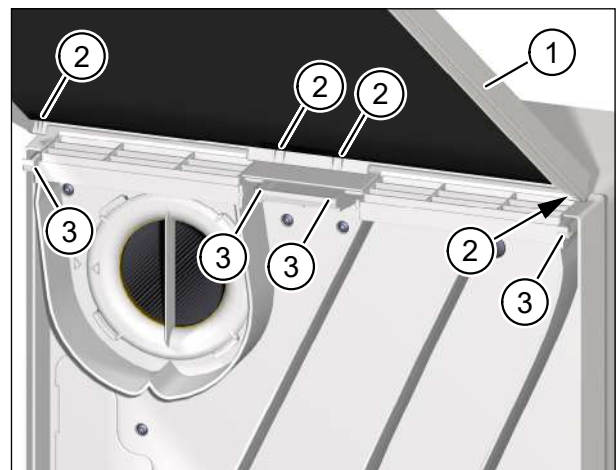

Abb. 19: Gerätedeckel auf Lüftungsgerät aufsetzen
- ▶ Fassen Sie den Gerätedeckel (Pos. 1 in Abb. 19) des Lüftungsgerätes mit beiden Händen und neigen Sie die Oberkante des Gerätedeckels in Richtung Lüftungsgerät.
- ▶ Setzen Sie die Nasen (Pos. 2 in Abb. 19) des Gerätedeckels in die Halterungen (Pos. 3 in Abb. 19) an der Oberseite des Lüftungsgerätes ein.